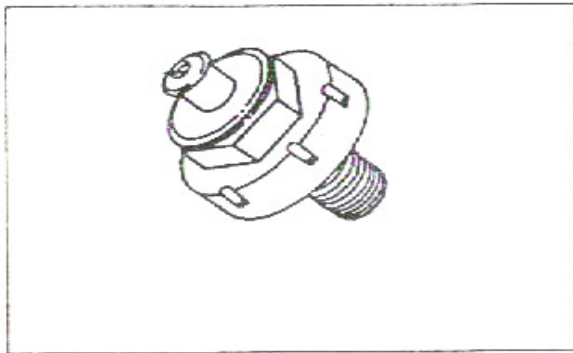
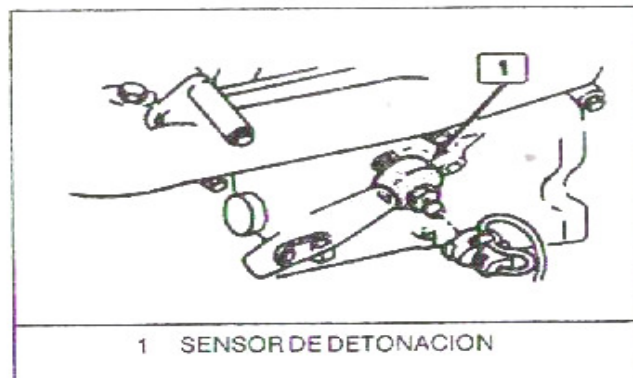

Figura 4.8 Sensor de Detonación ESC
Figura 4.10.- Ubicación del Sensor de Detonación
El sensor de detonación está montado en el bloque del motor de los cilindros en el sistema MPFI (figura 4.10). Cuando el sensor de detonación (figura 4.8, 4.9 y 4.10) detecta vibración anormal en el motor. Produce una salida de voltaje de corriente alterna (AC) señal que aumenta con la severidad de la detonación. Esta señal es recibida por el Modulo de Control electrónico (ECM). El Modulo de Control Electrónico (ECM) entonces ajusta el tiempo de encendido electrónico (EST) para reducir la detonación (en sistema MPFI).